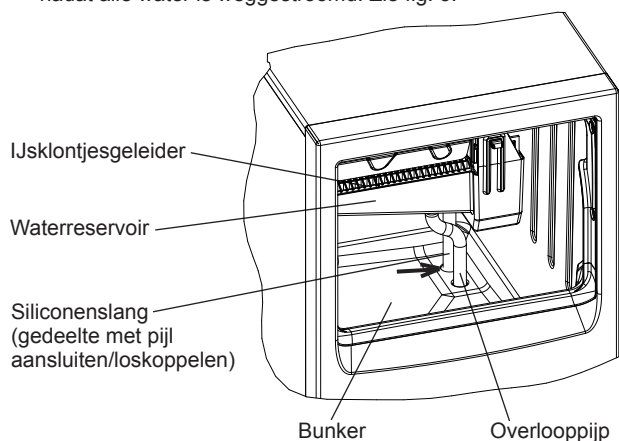

Fig. 5
- 5) Koppel de siliconenslang los om het water uit het waterreservoir af te voeren. Sluit de siliconenslang opnieuw aan in de juiste positie nadat alle water is weggestroomd. Zie fig. 5.